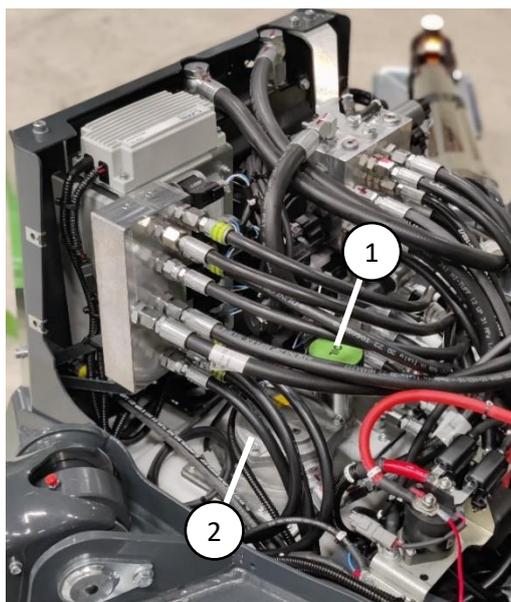

Figura 26. Serbatoio dell'olio idraulico
Il cambio dell'olio idraulico deve essere effettuato attraverso il filtro di aspirazione o il tappo del serbatoio dell'olio idraulico (figura 26 (1)) con una pompa di aspirazione. Il filtro di aspirazione è situato nella parte bassa del telaio dietro lo sportello di servizio (figura 27). È possibile drenare l'olio aprendo il raccordo dal filtro di aspirazione. Il volume di cambio dell'olio è 35 litri.
Il filtro di ritorno dell'olio idraulico (figura 26 (2)) è situato nella parte alta del serbatoio dell'olio idraulico sul retro del telaio. Per cambiare il filtro aprire il coperchio dell'involucro del filtro e sostituire la cartuccia del filtro con una nuova. La cartuccia del filtro deve essere montata con l'apertura rivolta verso l'alto. Dopo reinstallare il coperchio dell'involucro del filtro. Assicurarsi che non vi siano perdite prima di reinstallare le coperture sulla macchina.
Per controllare il livello dell'olio idraulico è possibile utilizzare l'asta di livello posta nel tappo del filtro (figura 26 (1)). Il livello dell'olio deve risultare in corrispondenza del segno superiore dell'asta di livello quando la piattaforma aerea di accesso è in posizione di trasporto (bracci abbassati e stabilizzatori completamente sollevati).